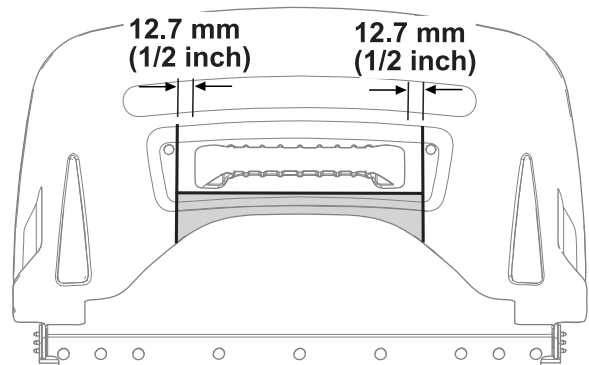

图 17
1. 使用已安装的集草斗手柄作为模板标记一条与手柄前面相邻的平行线图 17。
2. 从手柄两侧分别测量出 12.7mm 标记 2 条与您步骤 1 中标记的线相垂直的线图 17。
4. 使用标记的线条修剪出图 17 中所示的阴影区域。